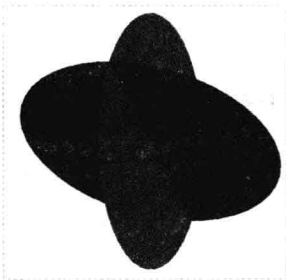

图 9-27 图形文件
Step 01 按【Ctrl+O】组合键，打开图形文件，如图 9-27 所示，在模型树中选择“相交 1”选项。